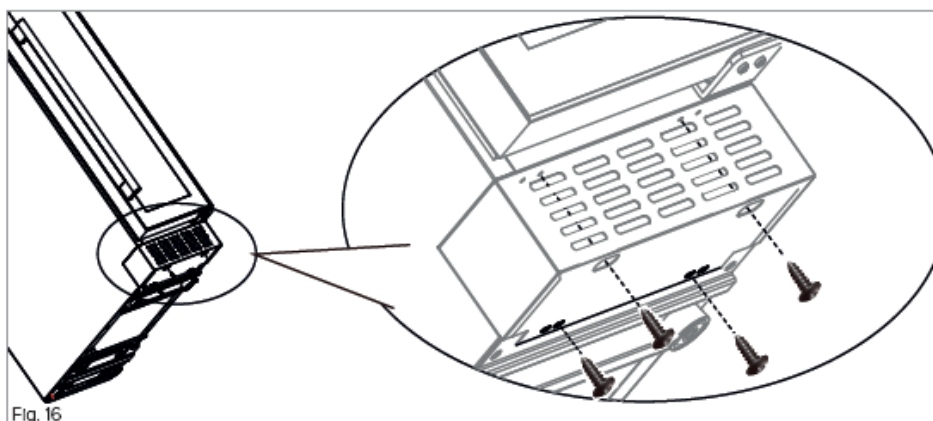

Fig. 16
6. Proposez le socle en veillant à ce qu'il soit dans le même sens que la Fig. 16. Ensuite, à l'aide d'un tournevis (à pointe magnétique), insérez deux des vis de fixation noires dans les trous d'accès ovales (illustrés à la Fig. 16) et serrez-les.
7. Installer une vis (à embout noir) dans chacun des deux trous inférieurs (illustrés à la Fig. 16). Cette vis permettra de fixer le socle au-dessous du refroidisseur de vin.